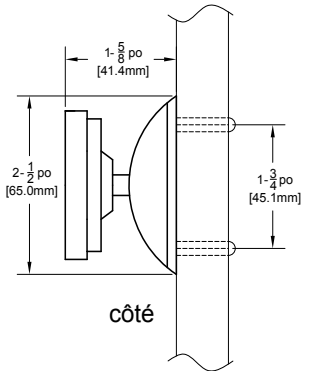

Figure 2: Vue éclatée
13. Marquez l'emplacement de l'armature sur la porte, en veillant à ce qu'elle s'aligne avec le support de porte (des extensions sont disponibles si nécessaire.) (Voir figure 2).